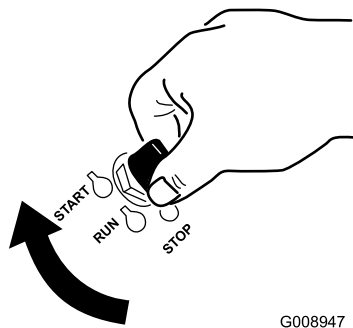

Figura 15
1. Gire la llave de contacto a la posición de Arranque (Figura 15).